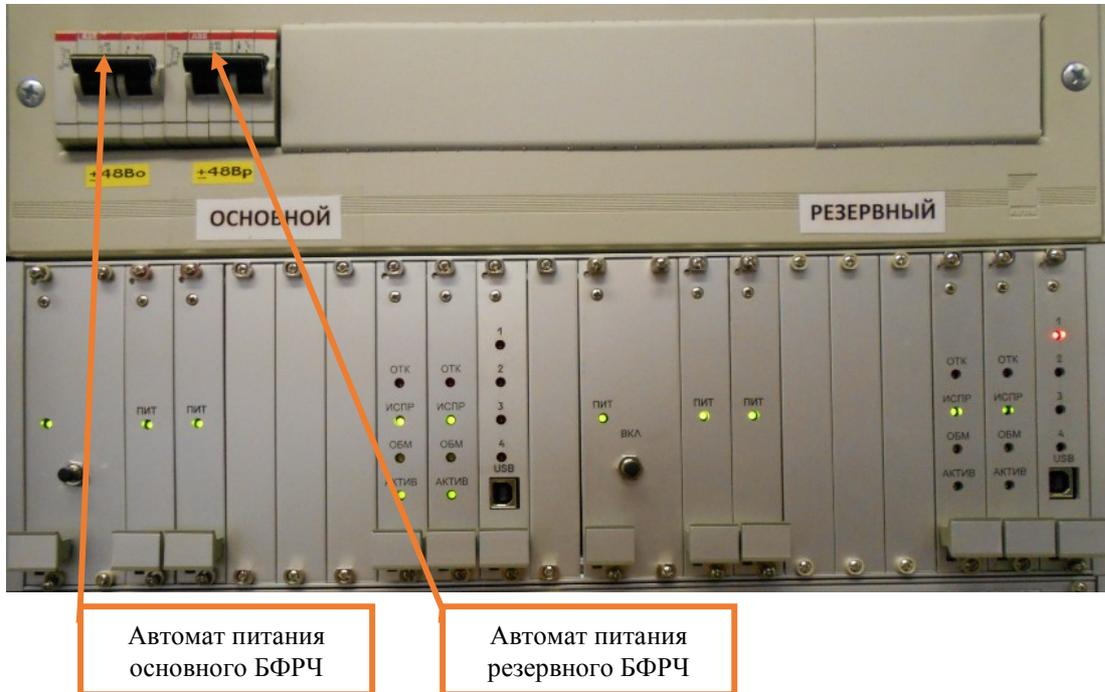

Рисунок 16. Отключение автомата питания.
7.7.3 Отключить автомат, осуществляющий подачу питания на один из полукомплектов блока формирования рельсовых частот (БФРЧ), в который входит заменяемая плата ПФЧ (Рисунок 16).
7.7.7 Включить автомат, осуществляющий подачу питания на один из полукомплектов блока формирования рельсовых частот (БФРЧ), в котором была заменена плата ПФЧ (Рисунок 16).